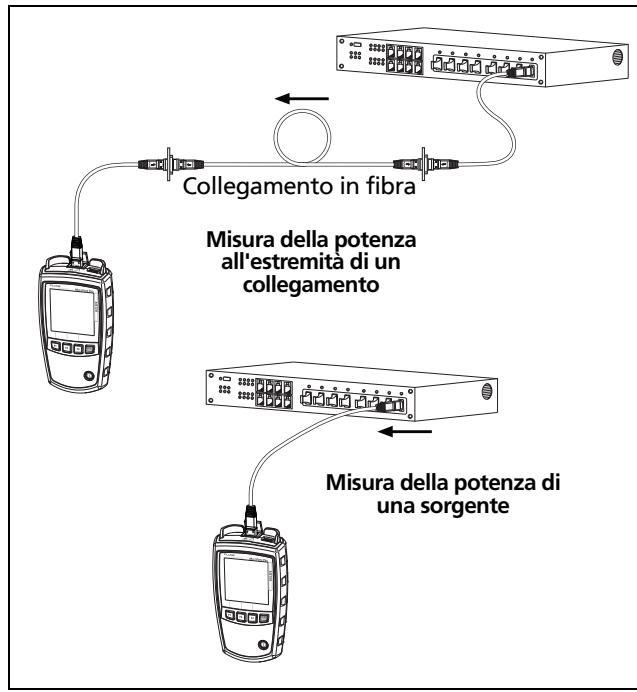

Figura 6. Connessioni per le misure della potenza
- 3 Eseguire i collegamenti illustrati nella Figura 6.